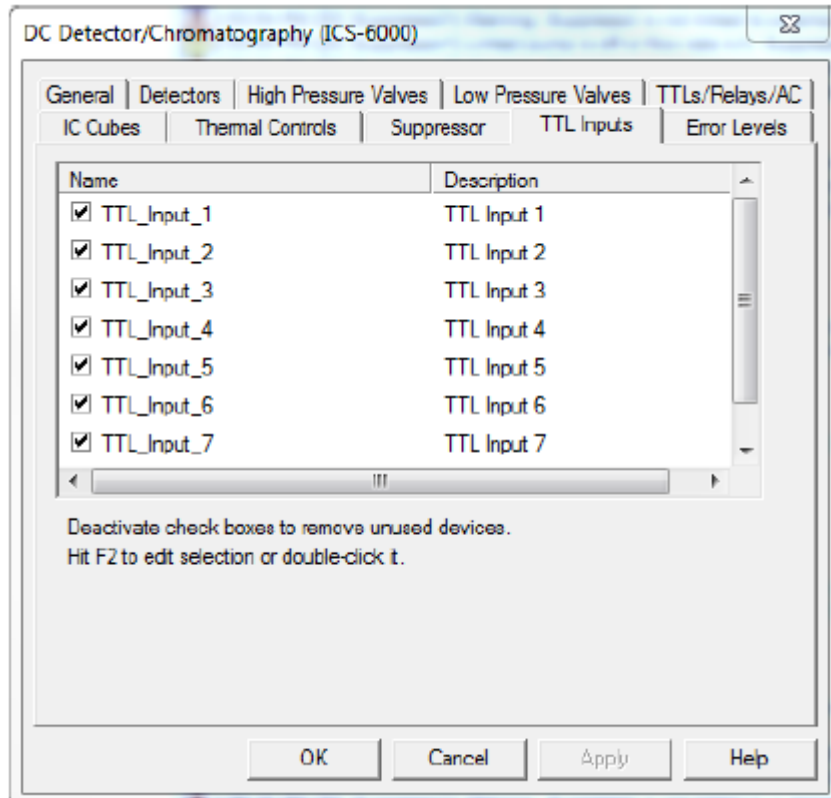

图 2-38. DC 仪器配置属性: TTL 输入端
3. 选择“TTL 输入端 (TTL Inputs)”选项卡 (见图 2-38)。